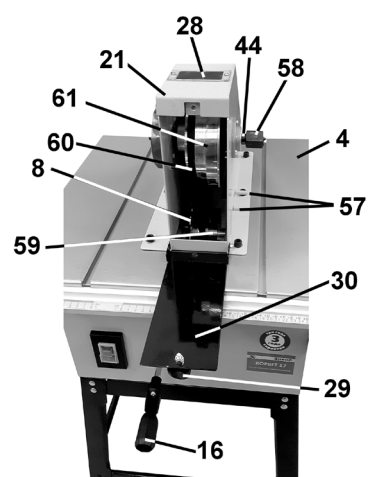

Рис. 7
10. УСТАНОВКА ТОКАРНОГО ОБОРУДОВАНИЯ, Рис. 7 ÷ 10